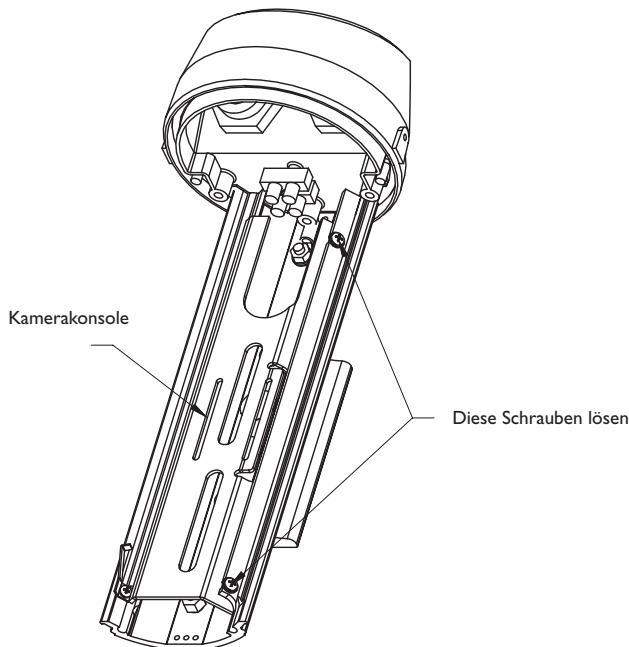

ABB. 3: Kamerakonsolle entfernen
1. Lösen Sie die beiden Schrauben, mit denen die Kamerakonsolle an der Gehäusebasis befestigt ist. Die beiden Schrauben müssen jedoch nicht vollständig entfernt werden (siehe Abb. 3).